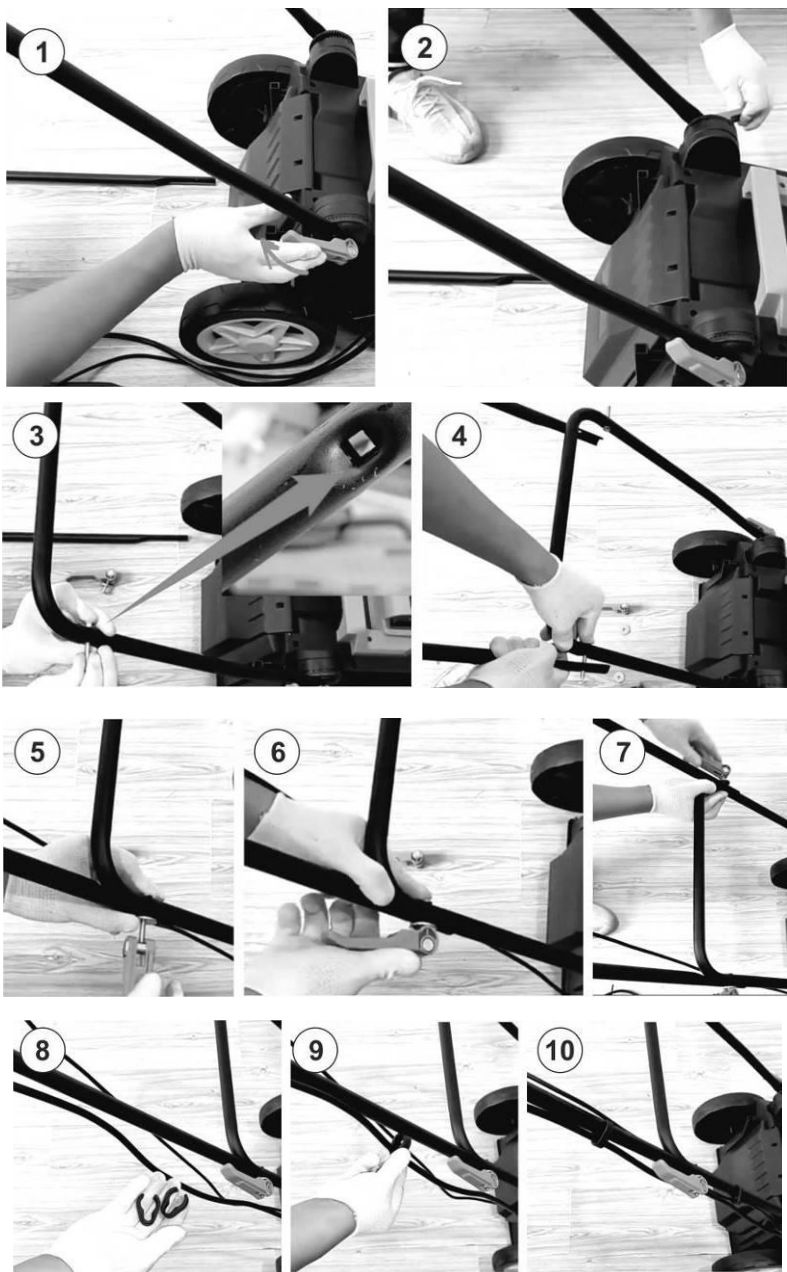

Рис. 3. Сборка рабочей рукоятки.
2. Используя крепежные элементы в комплекте, соберите и установите на газонокосилку рабочую рукоятку, как показано на рис.3.